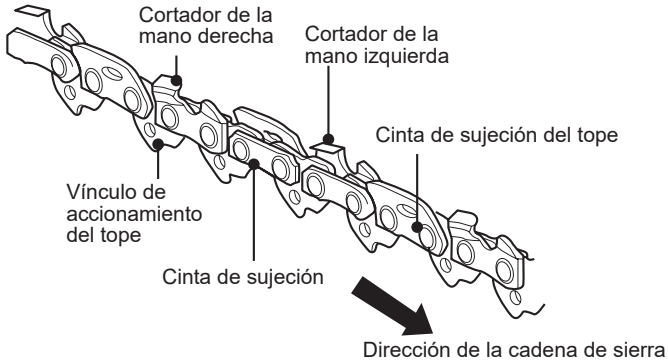

Fig. 42
2. La diferencia de altura entre el diente y el filo es la profundidad de corte. Al afilar la cadena de la sierra (11) hay que tener en cuenta los siguientes puntos (Fig. 42).